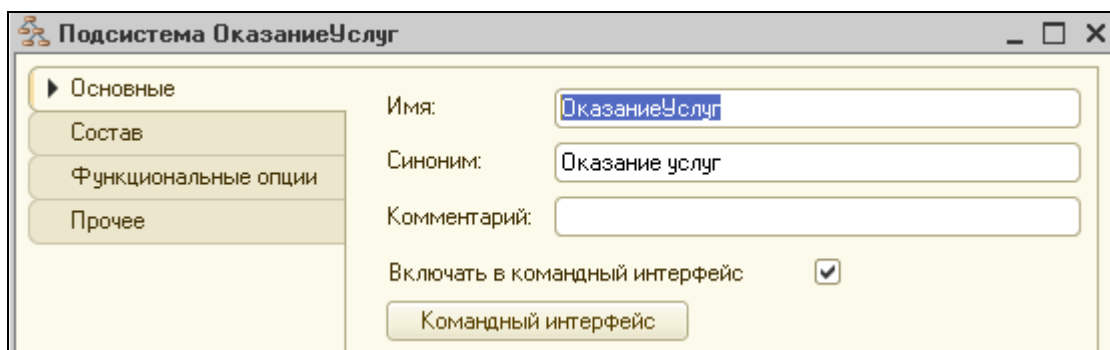

Рисунок 2.14 Подсистема Оказание услуг
8. Отредактировать командный интерфейс, чтобы в подсистеме **Оказание Услуг** была доступна команда создания новых документов. Выполним это задание другим способом: развернуть ветку **Общие**, развернуть группу **Подсистемы**, двойным щелчком открыть подсистему **Оказание Услуг**, нажать на кнопку **Командный интерфейс** (рис. 2.14).